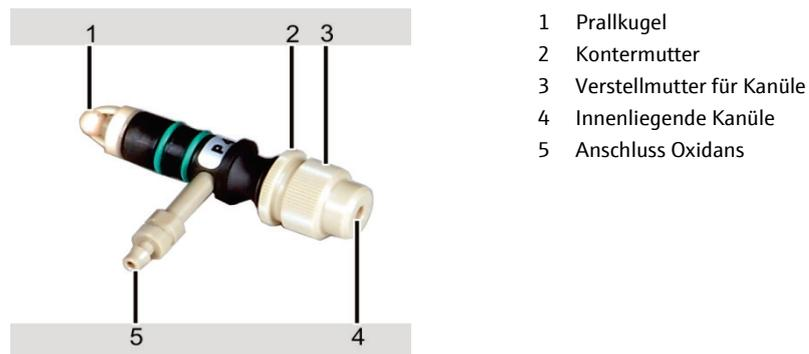

Bild 64 Einzelteile des Zerstäubers
- Kontermutter (2 in Bild 64) lösen.
- Kanüle mit Verstellmutter (3 in Bild 64) in der Tiefe verstellen.
9. Nach Abschluss des Justiervorgangs Einstellung mit Kontermutter (2 in Bild 64) sichern.